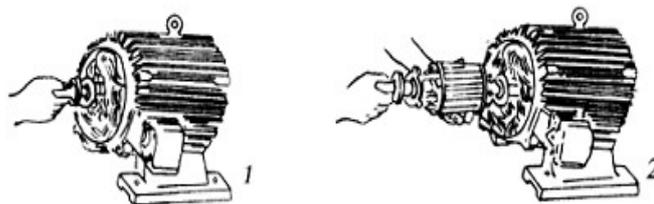

图 4-53 小型电动机转子的抽出
(2) 转子的取出。在抽出转子前，应在转子下面气隙和绕组端部垫上厚纸板，以免抽出转子时碰伤绕组或铁心，对于 3kg 以内的转子，可直接用手抽出，如图 4-53 所示。